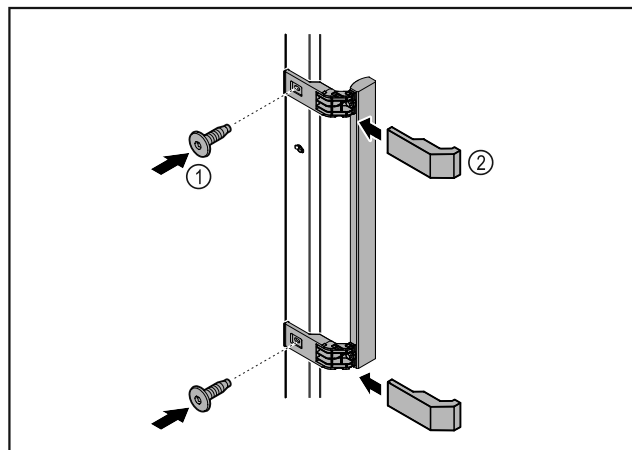

Fig. 9
- Upevnite držadlo z príslušenstva na dvere pomocou priložených skrutiek Fig. 9 (1).
- Nasad'te kryt Fig. 9 (2).